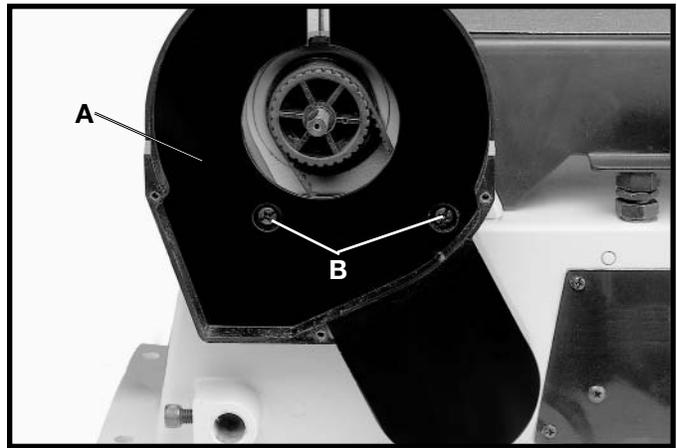

Fig. 5
Installez le carter des poulies et de la courroie (A) fig. 5, sur la base de la machine en utilisant deux vis à tête cyl. M6 x 1 x 30 mm (B) comme l'illustre la figure.